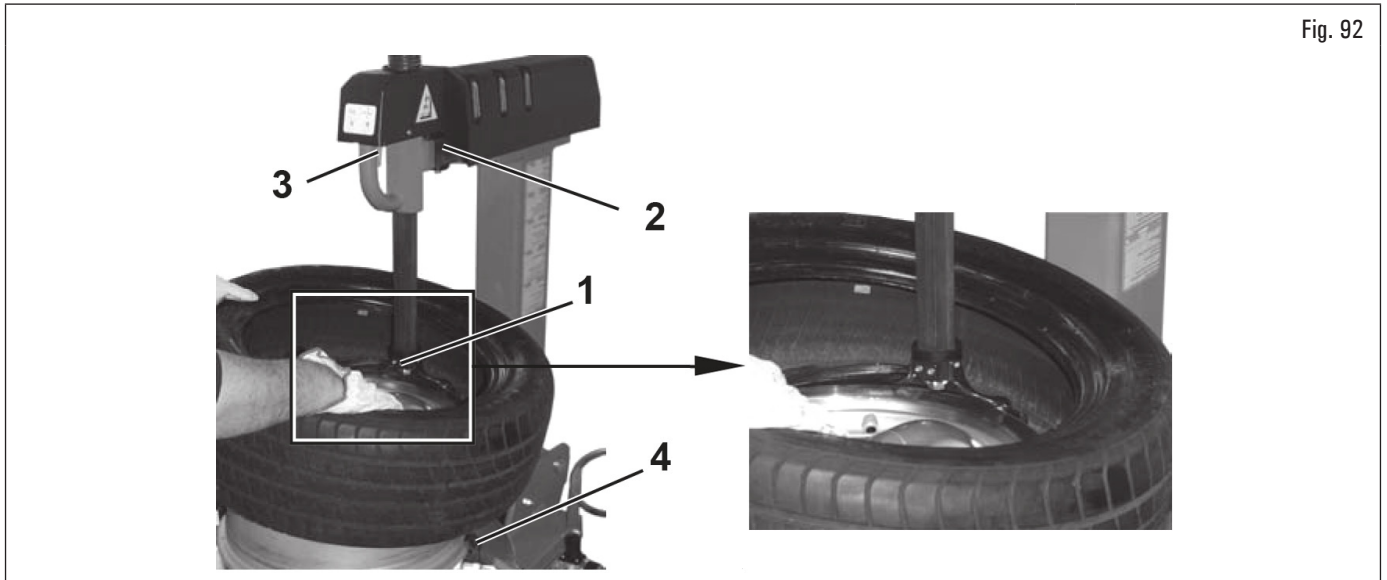

Fig. 92
5. posicionar la cabeza útil (Fig. 92 ref. 1) contra el borde de la llanta y bloquear el brazo operativo (Fig. 92 ref. 2);
Si se monta la rueda anteriormente desmontada, o se trabaja en ruedas con llanta de igual dimensión, no es necesario actuar cada vez en la manija (Fig. 92 ref. 3) para bloquear y desbloquear, sino que es suficiente posicionar nuevamente el brazo (Fig. 92 ref. 2).
- guiar con las manos el neumático en forma tal que el borde pase debajo de la uña de la cabeza útil (Fig. 92 ref. 1) y fuera de su borde de sostén (véase Fig. 92 para borde inferior);
- girar el mandril (Fig. 92 ref. 4) en el sentido de las agujas del reloj, presionando el pedal relativo y manteniendo presionado con las manos el borde del neumático en la garganta interior de la llanta;